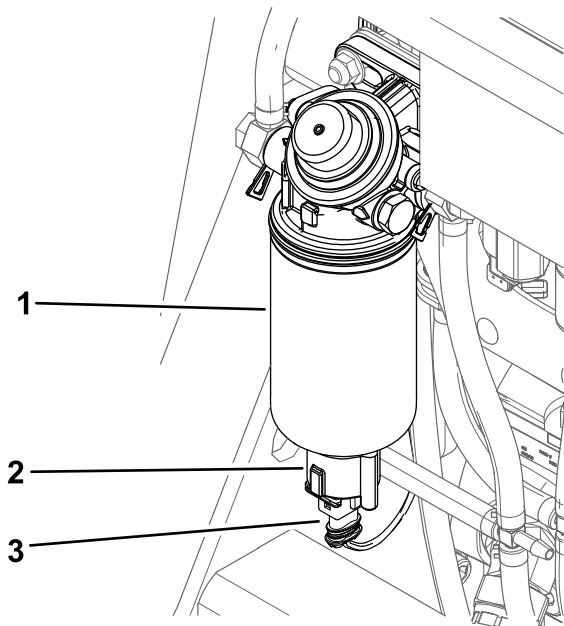

Figure 59
6. Débranchez le faisceau de câblage du séparateur d'eau (Figure 59).
7. Dévissez le contacteur au fond de la cartouche du filtre et vidangez l'eau (Figure 59).
8. Installez le contacteur (Figure 59).
9. Branchez le faisceau de câblage au contacteur (Figure 59).
6. Dévissez le contacteur et vidangez le séparateur d'eau (Figure 59).